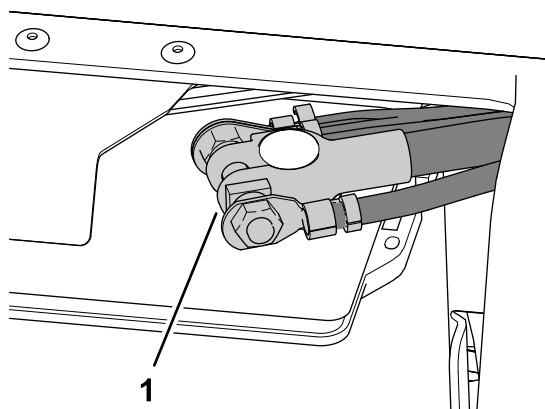

Figure 43
1. Placez la cosse du câble négatif de la batterie sur la borne négative de la batterie et serrez l'écrou de la cosse à la main (Figure 43).